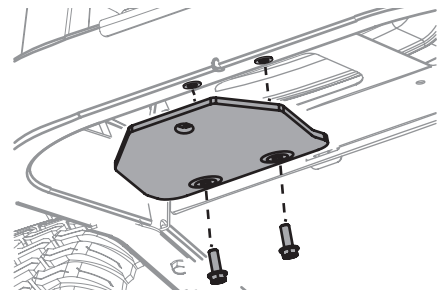

Figura 2
1. Ubique el enganche (a) e instálelo en la parte trasera del bastidor con los dos tornillos de arandela hexagonal (b) proporcionados (Figura 2).